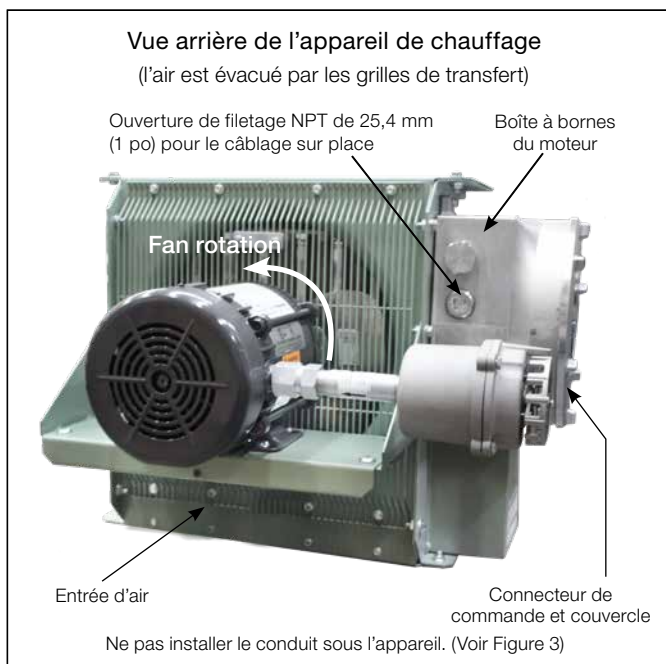
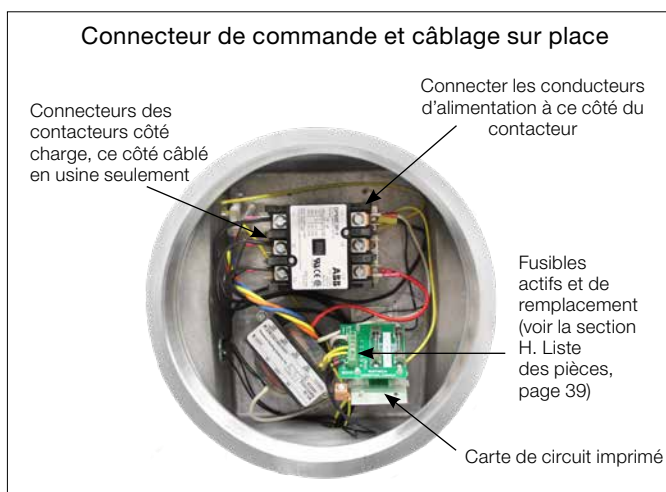

Figure 6
Figure 7
- 2.1 Les conducteurs d'alimentation, le conducteur de mise à la terre et les conducteurs du thermostat de pièce (voir D.3 Schéma de câblage, page 33) passent tous par l'ouverture de filetage NPT de 25,4 mm (1 po) (voir la Figure 6, page 31) et doivent être câblés au connecteur de commande (voir la Figure 7, page 9).
- S'assurer que rien n'obstrue la rotation des pales de ventilateur (voir la Figure 6, page 31 pour connaître la direction appropriée de la rotation des pales)